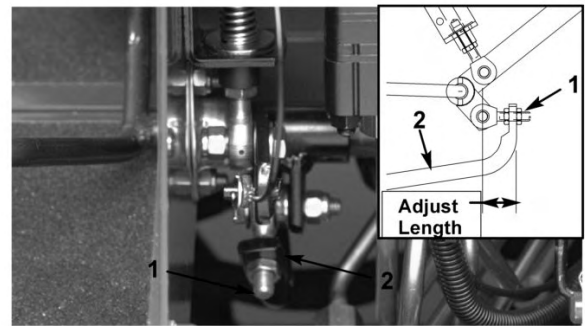

Figura 49
4. Ajuste las contratuercas del extremo de la varilla de la bomba con objeto de desplazar el tubo de control de la bomba hacia adelante para eliminar el movimiento de la máquina hacia adelante, o hacia atrás para eliminar el movimiento hacia atrás (Figura 49).